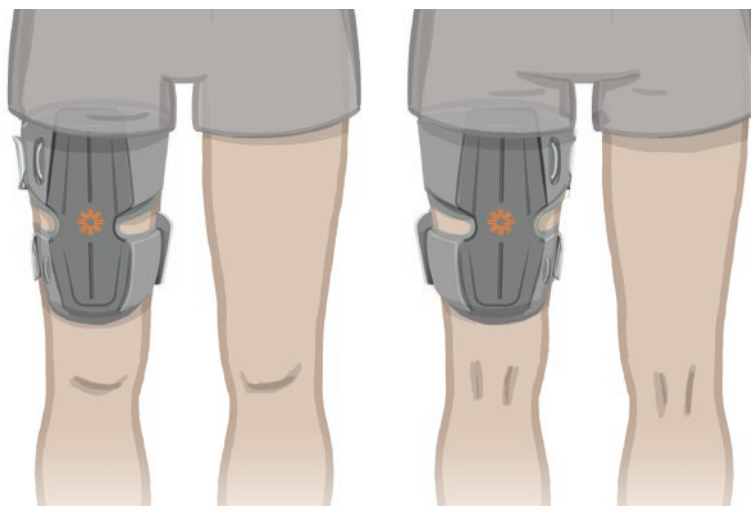

Ilustración 8-19: Posición correcta de la banda de EF del muslo (izquierda) posición de ajuste en el cuádriceps, (derecha) posición de ajuste femoral
5. Centre el puente en el muslo. Consulte la ilustración 8-19.
6. Abroche las correas insertando la hebilla en el enganche sujeto a los paneles de la banda de EF del muslo. Consulte la ilustración 8-19. Si fuera necesario, tense la correa ajustando los lazos de la correa.